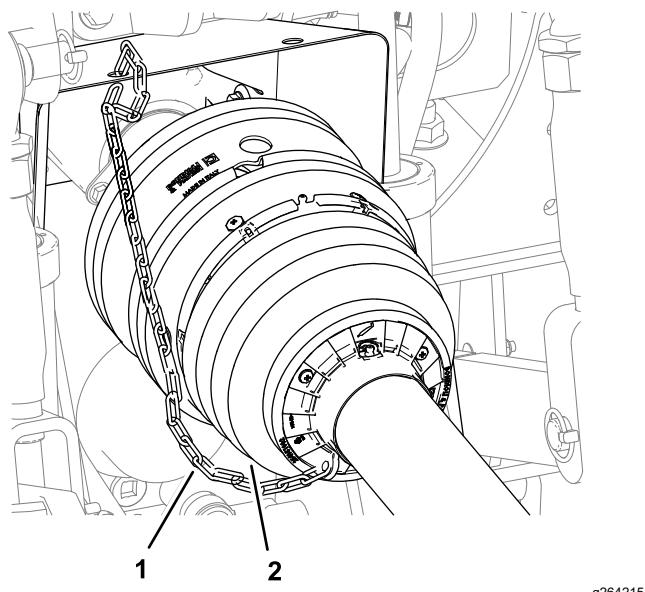

Figura 17
- Compruebe que la cadena de seguridad está instalada entre el protector delantero del árbol de la TDF y una parte estacionaria del vehículo de remolque (Figura 17).